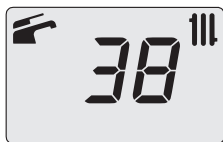

Рис. 2.4
- На ЖК-дисплее будет показана температура котла (первичный контур) и символы  и  (Рис. 2.4).